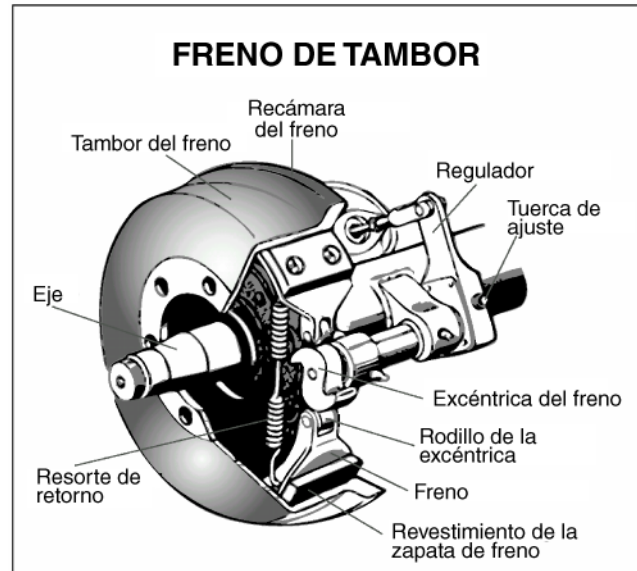

Figura 5.2
**Frenos de excéntrica en "S".** Cuando usted presiona el pedal de freno, ingresa aire a cada recámara del freno. La presión del aire empuja la varilla hacia fuera, que hace mover el regulador, con lo cual el eje de la excéntrica del freno gira. Esta acción hace girar la excéntrica en "S" (llamada así por su forma de letra "S"), la cual separa las zapatas una de otra y las presiona contra la cara interior del tambor de freno. Cuando usted suelta el pedal de freno, la excéntrica en "S" vuelve a su lugar y un resorte aleja las zapatas del freno lejos del tambor, lo cual permite que las ruedas vuelvan a girar libremente. Ver la figura 5.2.